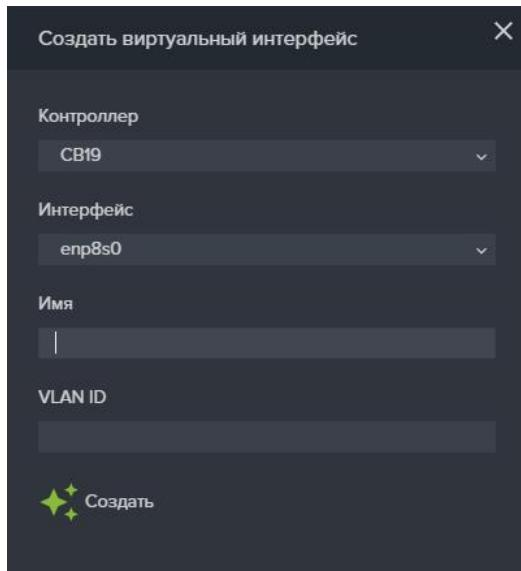

Рисунок 38. Окна создания виртуального интерфейса.
2. Нажмите на кнопку «Создать виртуальный интерфейс», откроется одноименное окно (см. Рисунок 38);